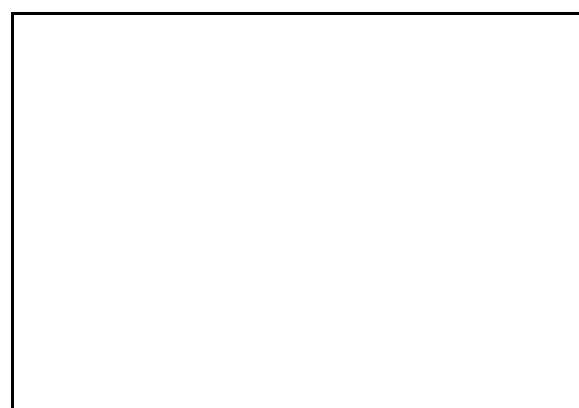

Рис. 120
4. Открутите зажимные винты (Рис. 120/1).